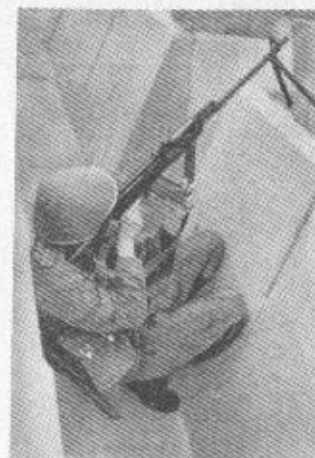

Bild 59 Schießen auf Luftziele
- a) Der Schütze hockt auf der Grabensohle und legt den linken Unterarm und das Magazin der MPI an der vorderen Grabenwand an. Beim LMG wird das Zweibein auf der Brustwehr oder dem Grabenrand aufgestellt (Bild 59). Bei ungenügendem Erhöhungswinkel setzt sich der Schütze in den Graben; der Grabenrand ist mit einem Sandsack, Rasenstücken o. ä. abzupolstern.